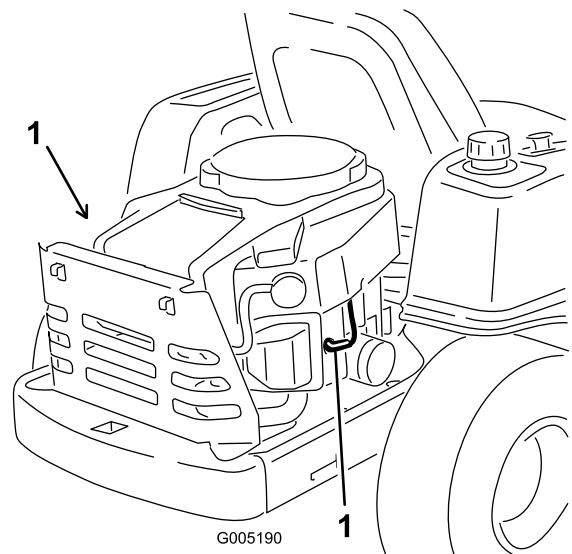

Figura 33
Retire el cable de la(s) bujía(s) (Figura 33).
3. Conecte el cable a la bujía (Figura 33).